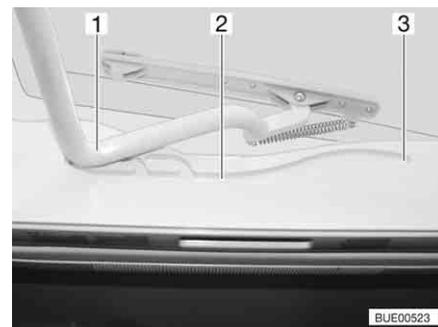

Bild 126 Heki-Dachhaube, Führung
- Den Bügel (Bild 126,1) in den Führungen (Bild 126,2) bis in die hinterste Position (Bild 126,3) ziehen.
- Den Bügel (Bild 126,1) mit beiden Händen leicht nach oben drücken.
- Den Bügel in den Führungen (Bild 126,2) bis zur gewünschten Stellung ziehen.